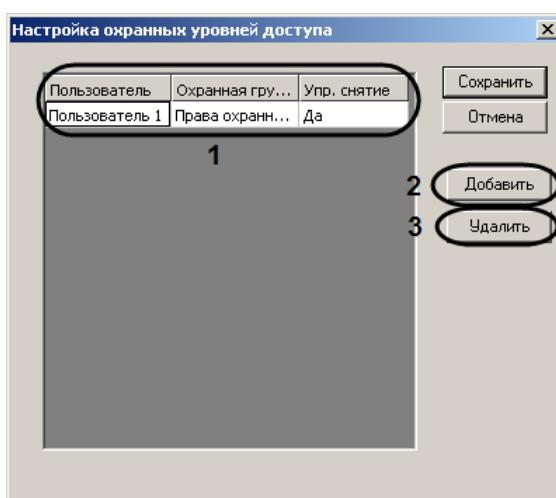

Рис. 3.2—7 Окно настройки охранных уровней доступа
4. В окне представлен список имеющихся в системе прав (см. Рис. 3.2—7, 1).